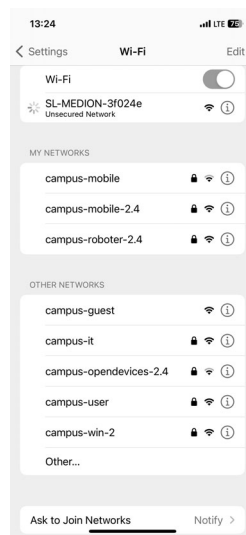

Fig. 9
- ▶ Attendez que la connexion au réseau sélectionné soit établie. Le processus de couplage est indiqué par une animation à côté du nom du réseau (fig. 9).